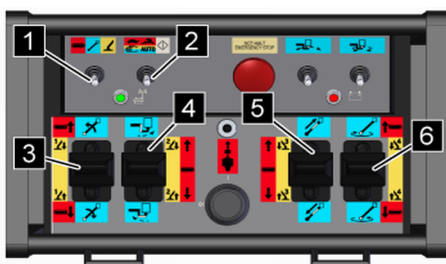

Fig. 96: Mode des appuis
6. ➔ Appuyer sur l'interrupteur à bascule (Voir la Fig. 96/1) vers la droite sur [Fonctions des appuis] (jaune).
7. ➔ Mettre l'interrupteur à bascule (Voir la Fig. 96/2) au centre sur [mode automatique].
8. ➔ Rentrer simultanément tous les appuis en tirant sur l'un des leviers de commande (Voir la Fig. 96/3 à 6).